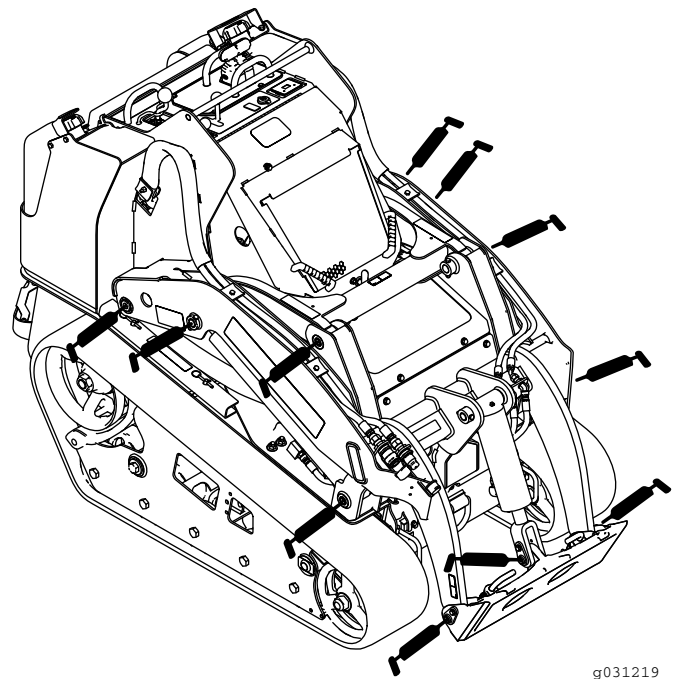
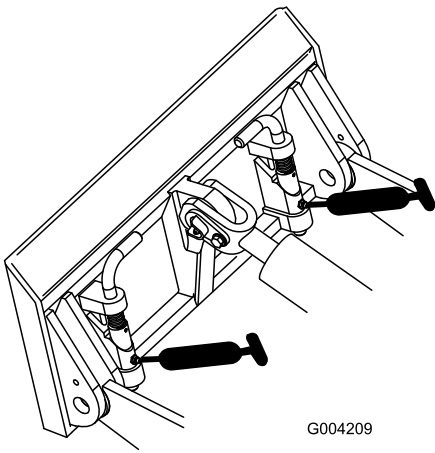
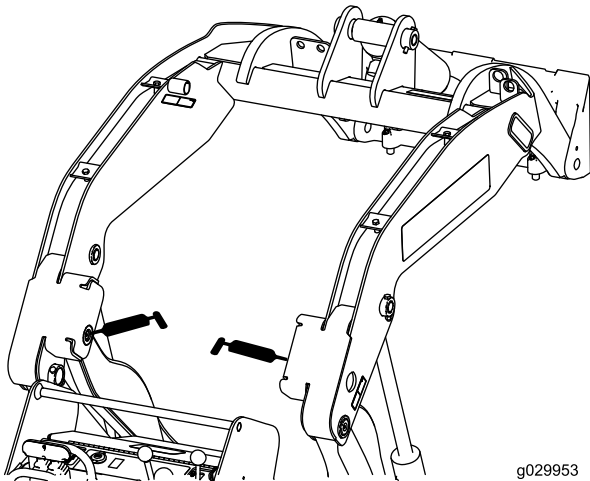

Figure 38
Figure 39
Figure 40
- Raccordez une pompe à graisse à chaque graisseur (Figure 38, Figure 39 et Figure 40).
**Remarque:** Élevez les bras de la chargeuse avant de graisser les graisseurs ; voir la Figure 40.